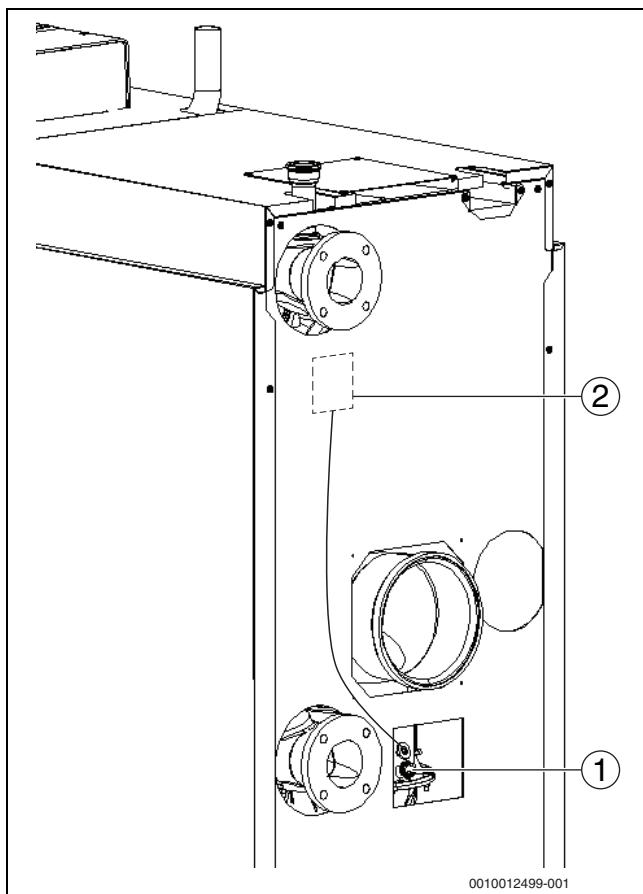

Bild 31 Messwerte aufnehmen (Kesselgröße 150-300 kW)
- Messfühler durch die Messöffnung (→ Bild 31, Seite 32) im Abgassammler in den Kernstrom halten und O₂-Gehalt kontrollieren.
- Messfühler durch die Messöffnung (→ Bild 31, Seite 32) im Abgas-rohr in den Kernstrom halten und O₂-Gehalt kontrollieren.
- Folgende Messungen an der Messstelle im Kesselanschlussstück (→Bild 31 und 32) durchführen und im Inbetriebnahmeprotokoll (→ Kapitel 17.6, Seite 70) eintragen: